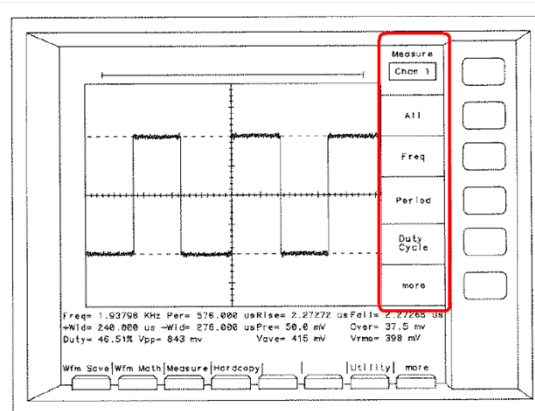
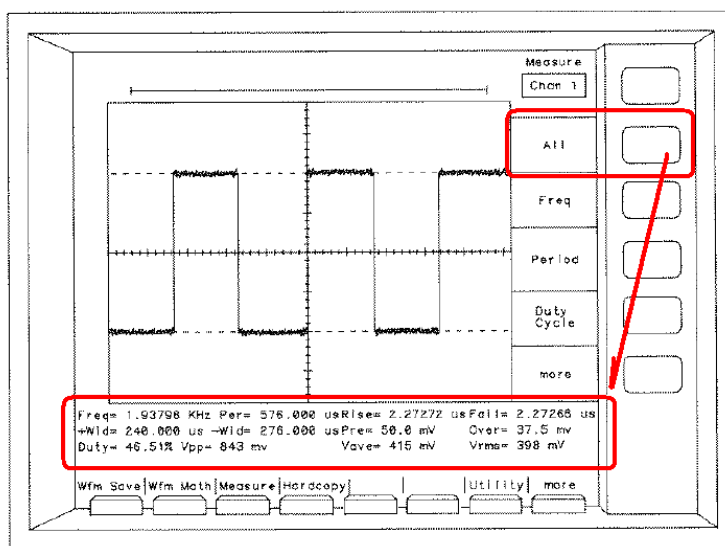

图 9. Measure 的菜单出现在屏幕的右边
图 10. 按<All>按钮可显示输入波形所有的参数
- 3) 现在 Measure 的菜单出现在屏幕的右边。(图 9)
3.2 图 9 Measure 菜单显示各选项按钮
按图 9 Measure 的菜单下的各项选项按钮可得到您要测试的参数。例如按 <All> 按钮就得到图 10 的结果 —— 输入波形所有的参数都显示在波形下面的屏幕上。